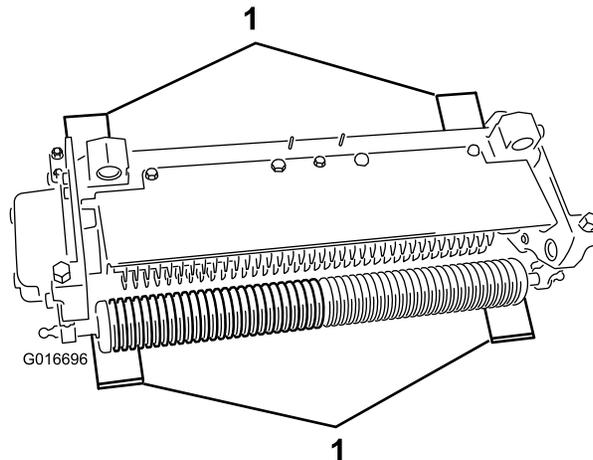

図 9
2. 希望する設定高さ地表面からの高さに、4本のゲージバーを設定し、これらのゲージバーをサッチングユニットの前後のローラの下に当てる 図 9。